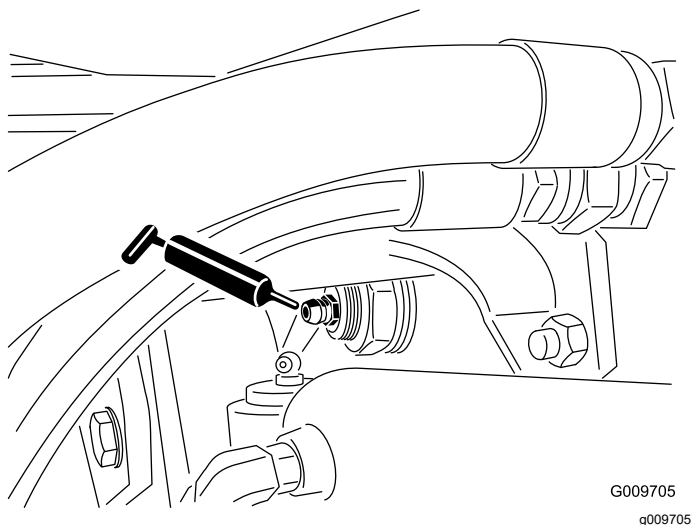

Рисунок 49
- Втулки шарниров задней оси (2 шт.) (Рисунок 49)